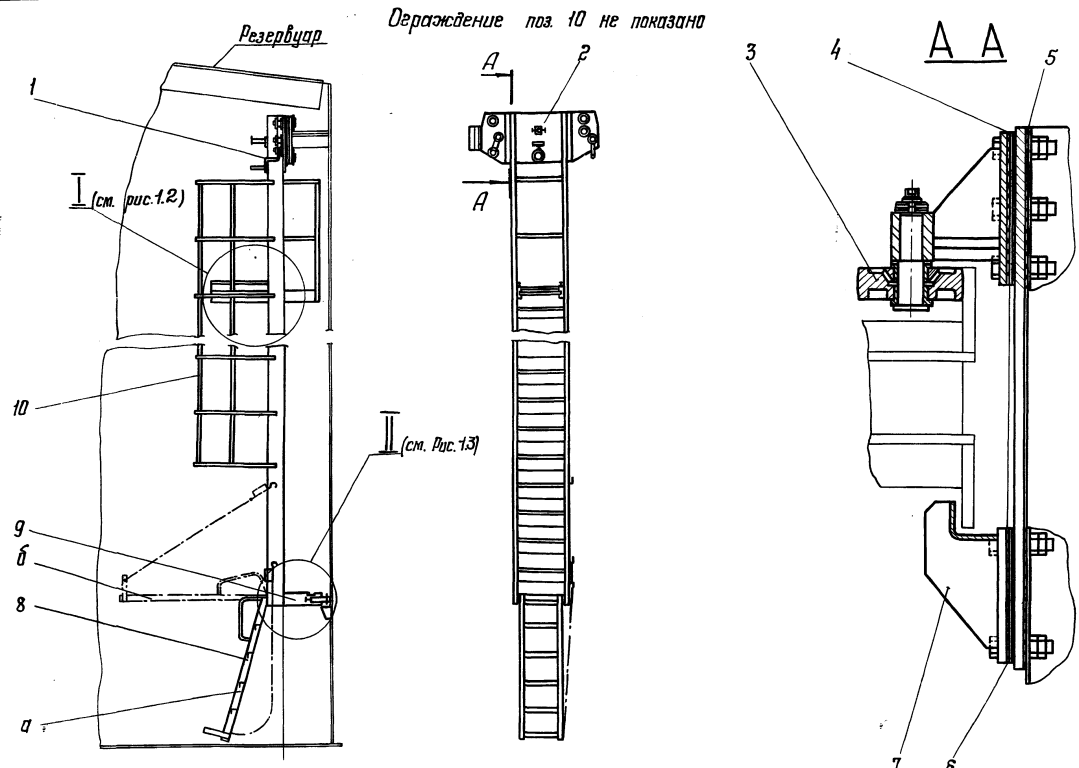

Рис. 1.1 Стремянка передвижная НЗ2.00.000 СБ
- Внимание! Перед подъемом лестницы пристегнуть пояс безопасности карабином к поручню (рис. 1.1);